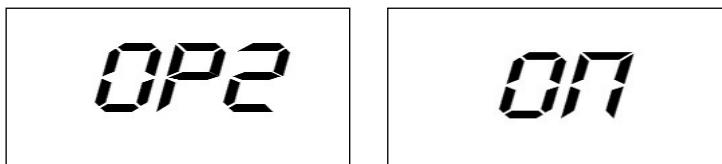

Figura F7.1 Ative o modo do operador 2, o operador 1 é retido
- 1) Quando a máquina estiver inativa, pressione a tecla [F+P6] +  para selecionar o modo do operador 2. O LED ao lado da tecla acende para indicar que o modo do operador 2 está ativado. A mensagem mostrada na Figura F7.1 será exibida por um segundo.